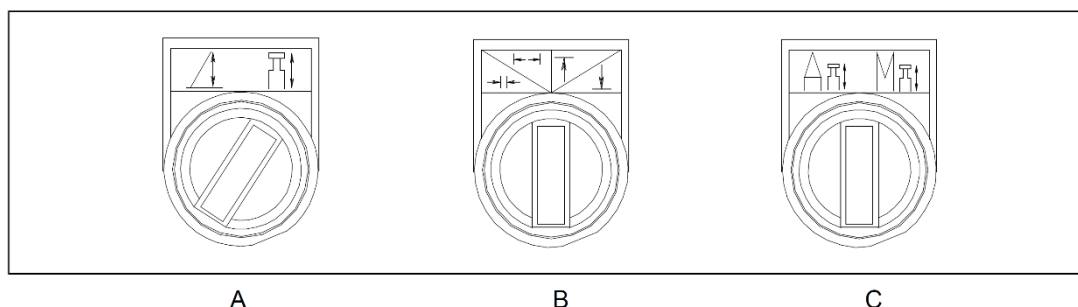

Figura 4-57
- O interruptor C está na posição neutra (consulte a Figura 4-57).
– Mova o interruptor C na Figura 4-57 para a posição direita.